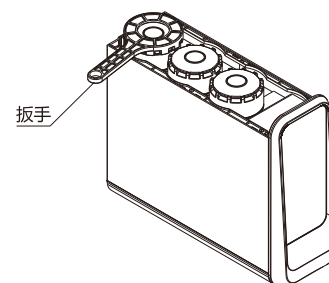
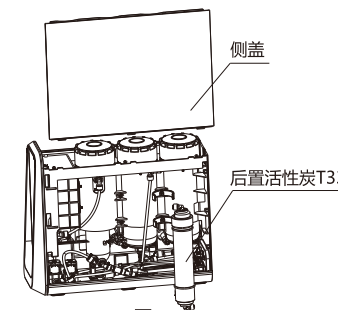

图1
图2
- ①. 关闭进水三通球阀，打开龙头，让机器运行一段时间排空机器内部的残留水，关闭电源。
- ②. 用配套的滤芯扳手将需要更换的滤芯瓶盖打开,如图1。取出滤芯，更换后拧紧滤芯盖。后置活性炭出厂已经装配，更换时需要拆除侧盖更换，如图2。